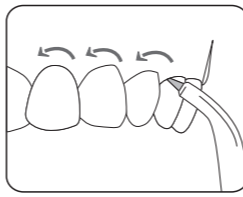

Рис.5.3
5.3. **Пародонтальная насадка** позволяет проводить промывание чувствительных и воспаленных десен, в том числе и по назначению стоматолога в комплексе физиотерапии пародонтита (рис.5.3; 5.4).